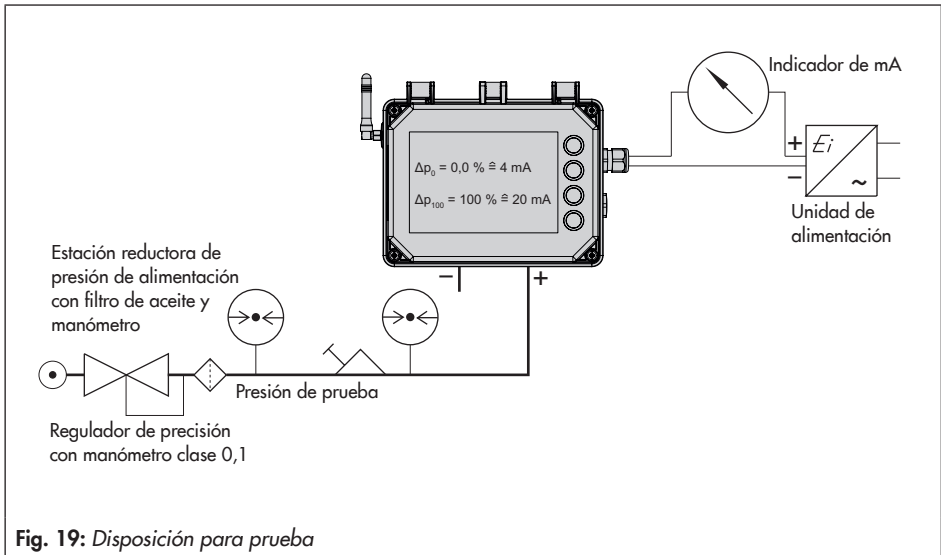

Fig. 19: Disposición para prueba
- ➔ Conectar el medidor de presión diferencial según fig. 19 para comprobar el margen de medición.